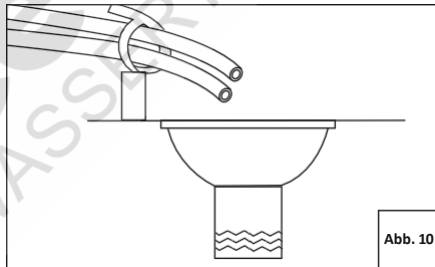

Abb. 10
11. **WICHTIG!** Die Abflussanschlüsse oder der Auslass des Abflussschlauchs sollten so konstruiert und ausgeführt sein, dass sie über einen Luftspalt mit dem Abwassersystem verbunden sind. **WICHTIG!** Führen Sie den Abflussschlauch niemals direkt in den Abfluss, den Abwasserkanal oder einen herkömmlichen Siphon ein. Es ist darauf zu achten, dass zwischen dem Abflussrohr und dem Abwasserrohr immer ein Luftspalt vorhanden ist, um ein Zurückfließen von Spülwasser in den Enthärter zu verhindern (Abb. 10).